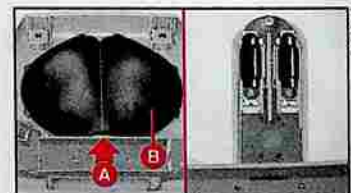

fig. 24
4) Pousser sur la languette A-fig. 24 et enlever le couvercle B.